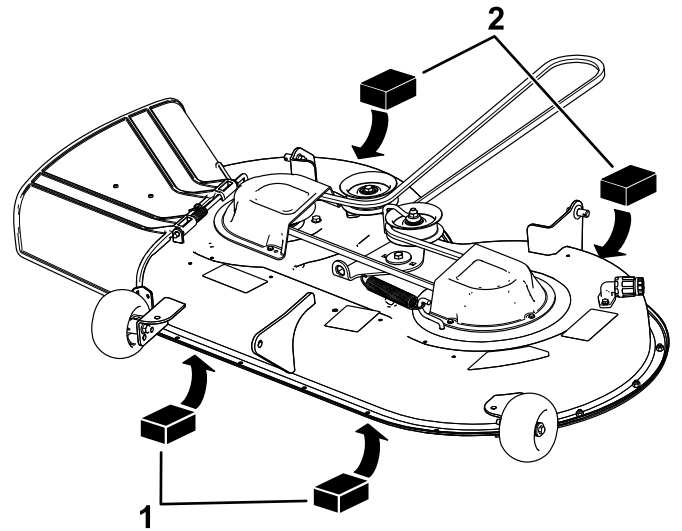

Bild 70
4. Legen Sie zwei 6,6 cm dicke Blöcke an jeder Seite unter die vordere Kante des Mähwerks, jedoch nicht unter die Halterungen der Antiskalpierrollen (Bild 70).
5. Legen Sie zwei 7,3 cm dicke Blöcke unter die hintere Kante des Mähwerks, einen an jeder Seite des Mähwerks (Bild 70).